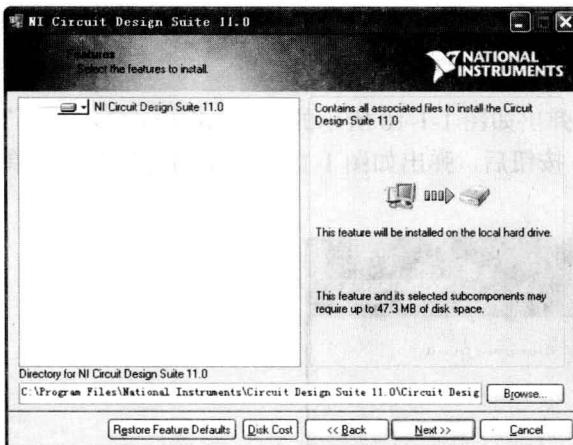

图 1-1-5 “Features” 对话框
(4) 这时弹出如图 1-1-5 所示的 NI Multisim11 “Features”(组件安装)对话框。单击【Next】按钮继续。